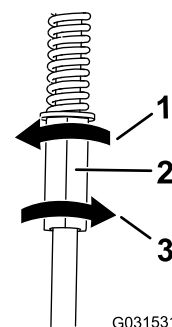

Figura 57
4. Ruotate l'asta di controllo di sinistra a incrementi di un quarto di giro finché la macchina non procede in linea retta (Figura 57).